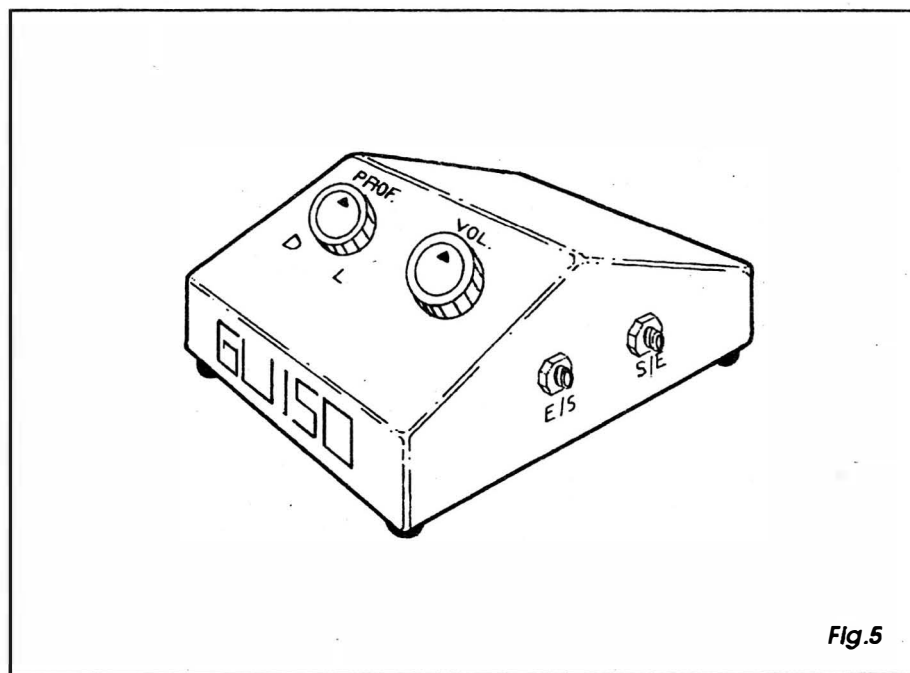

Fig.5
- **FIG. 5 - ACONDICIONANDO O CIRCUITO, E DANDO FORMA FINAL AO GUIISO...** - A caixa, conforme já foi sugerido e indicado na LISTA DE PEÇAS (OPCIONAIS/DIVERSOS) deve ser forte, estruturada para uso *no chão* (como é comum para os dispositivos do gênero...) e para sofrer os eventuais maus-tratos que o músico, no calor da *performance*, lhe